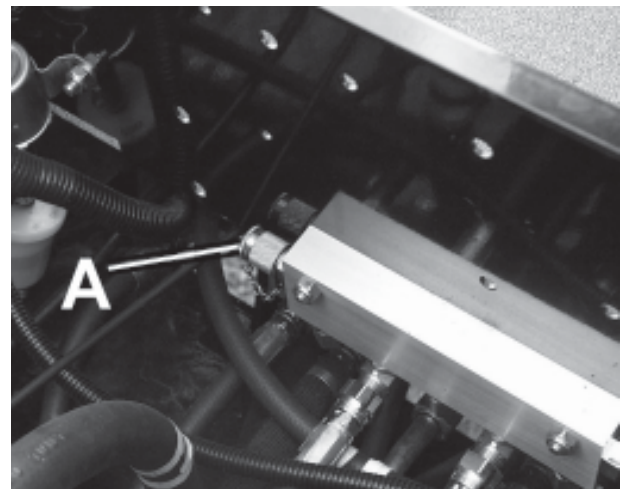

Abb. 9
3. Druck des Hubsystems und der Servolenkung: 83 Bar (A, Abb. 9)